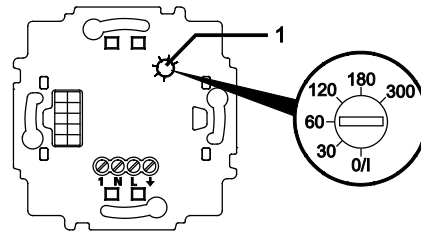

Abb. 1: Einsatz mit Wahl-Potenzio­meter
- Stellen Sie das Wahl-Potenzio­meter (Abb. 1 (1)) auf **0/I**.
- Stellen Sie das Wahl-Potenzio­meter (Abb. 1 (1)) auf den gewünschten Wert ein.